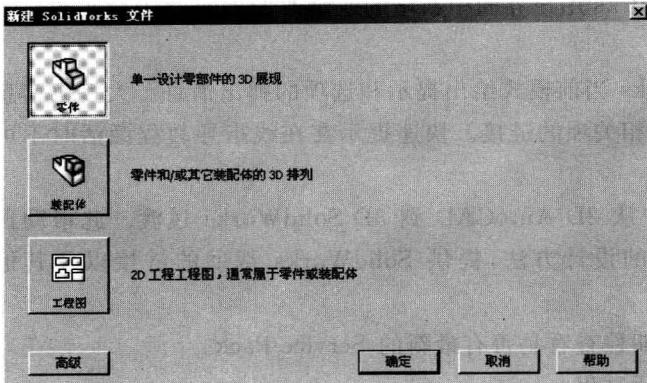

图 1-3 “新建 SolidWorks 文件”对话框
① 单击菜单栏中的“文件”→“新建”命令，或单击图示工具栏中的新建文档图标，或单击 SolidWorks 资源图标，在打开的“SolidWorks 资源”任务窗格中单击“开始”下的“新建文档”，系统将显示如图 1-3 所示的“新建 SolidWorks 文件”对话框。